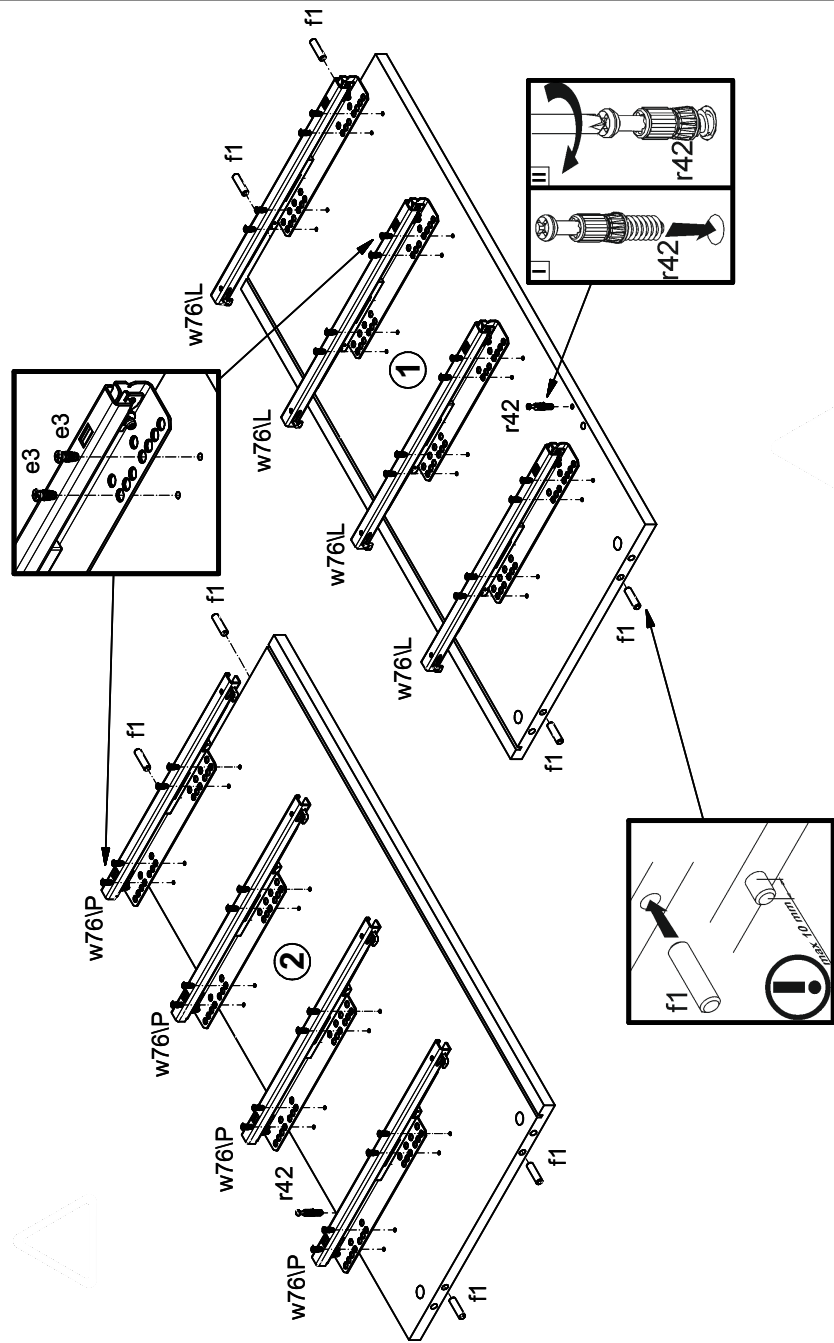
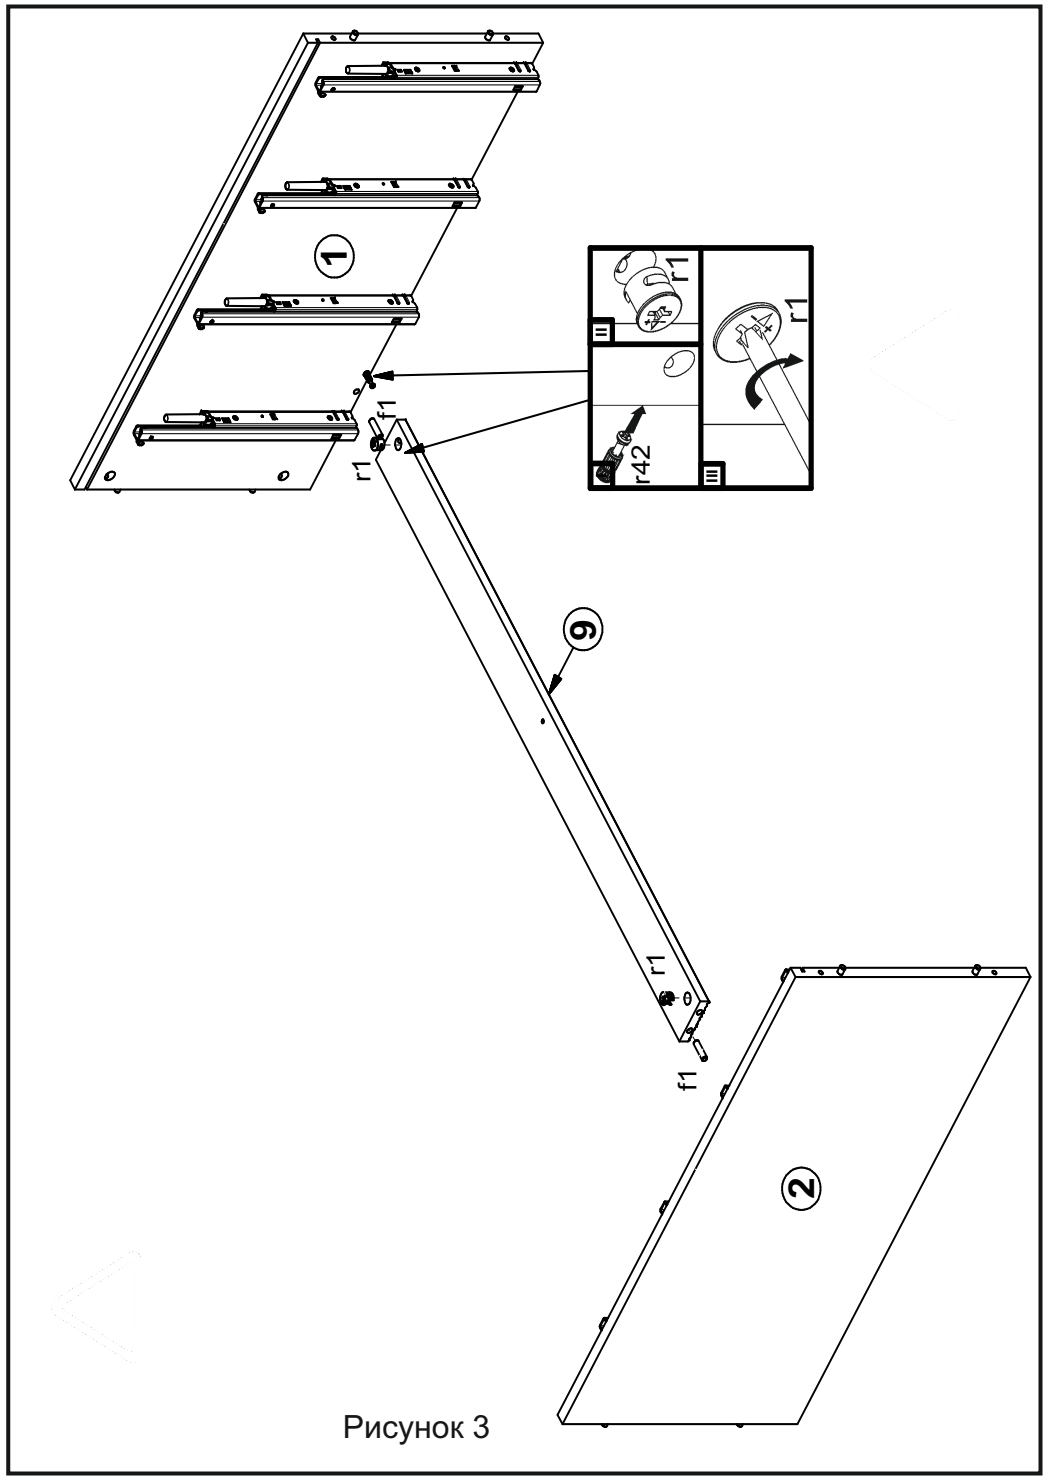
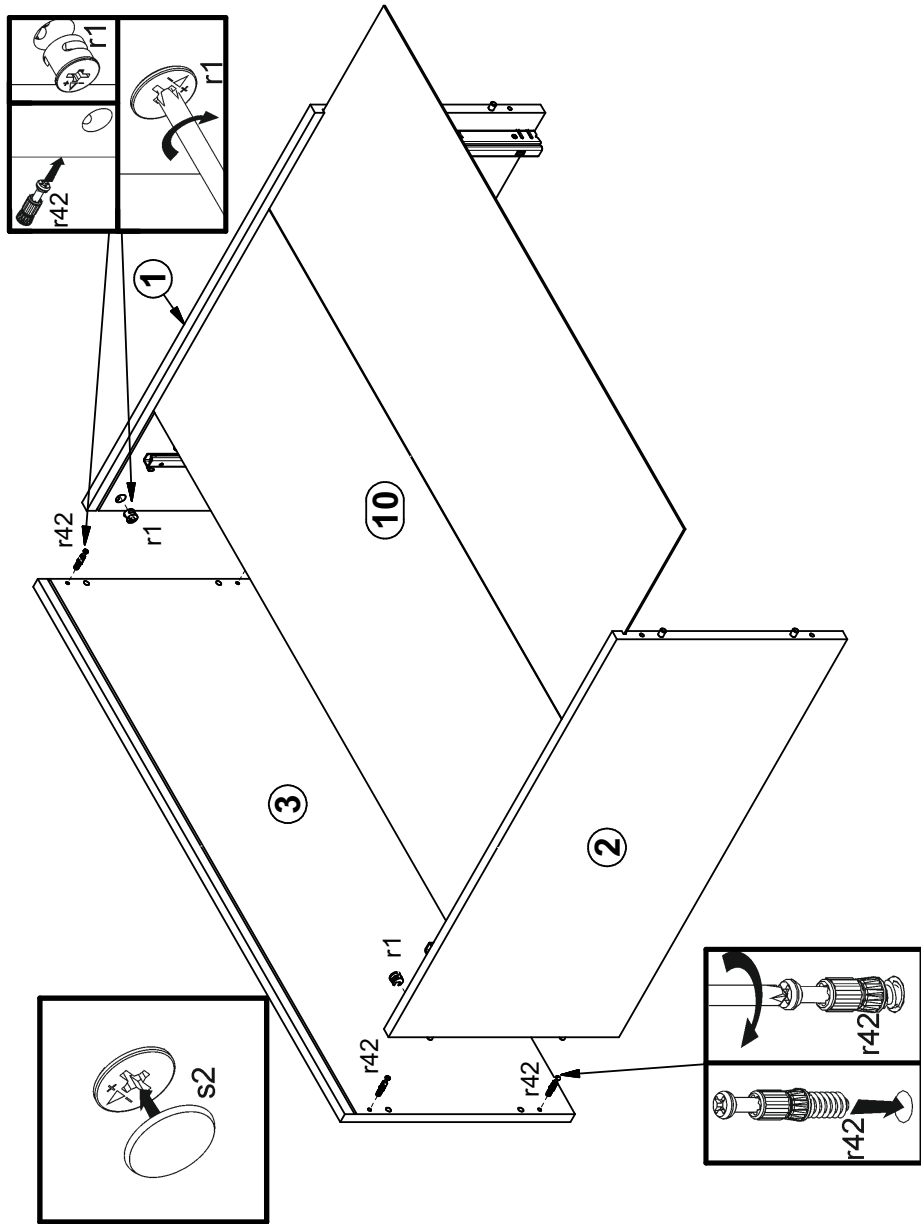

Рисунок 2
Рисунок 3
Рисунок 4
4.2 В отверстия Ø8 мм на верхних и нижних кромках стенок боковых 1 и 2 (см. рис. 2) и в торцах планки декоративной рифленой 8 вбить деревянные шканты f1 (см. рис. 3).
4.3. В отверстия Ø4 мм на внутренних поверхностях стенок 1, 2 еврошурупами e3 закрепить по 4 комплекта направляющих w76L и w76P (см. рис. 2).
4.4. В отверстия Ø5 мм на внутренних поверхностях стенок 1, 2 (см. рис. 2), на нижней поверхности щита верхнего 3 (см. рис. 4) вкрутить винты стяжки r42.
4.5. В отверстия Ø15 мм на задней поверхности планки декоративной рифленой 9 (см.рис. 3), на внутренних поверхностях стенок 1, 2 (см.рис. 4) вставить стяжки эксцентриковые r1.
4.6. Соединить детали 1, 2, 9 и затянуть стяжки эксцентриковые r1, пользуясь отверткой (см. рис. 3).
4.7. Присоединить щит 3 к стенкам 1, 2 с помощью шкантов f1, затянуть стяжки эксцентриковые r1, пользуясь отверткой, вставить стенку заднюю 10 в пазы в деталях 1, 2, 3. Передние стяжки закрыть заглушками s2 (см. рис. 4).